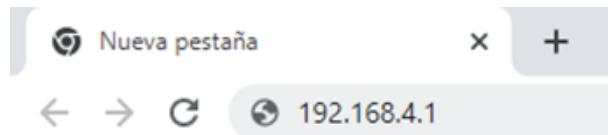

Figura 11: Ingreso de la IP cautiva en el navegador
- En la barra de direcciones de su navegador de preferencia, coloque la IP 192.168.4.1 como se muestra en la Figura 11.